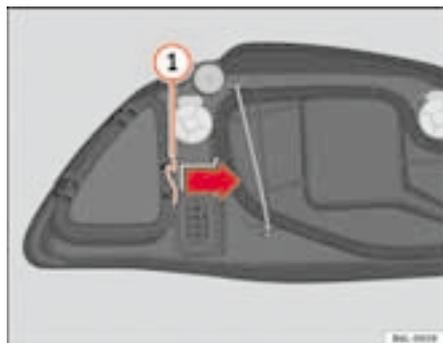

Fig. 151 Luz intermitente
- Desplace el tirante (1) ⇒ fig. 151 en el sentido de la flecha y retire la tapa.